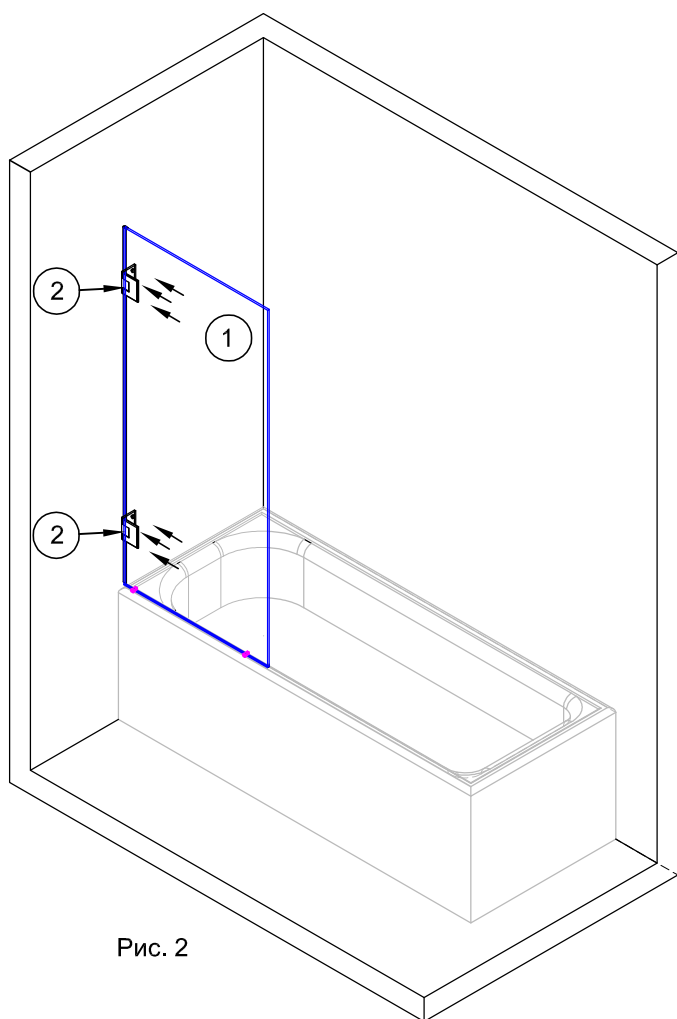

Рис. 2
1.2. На торец стекла шторки установить уплотнитель №3. Отрезки уплотнителя подрезать для плотного прилегания к петлям №2 (рис.2).
1.3. На борт ванны в месте установки шторки проложить технологические дистанционные прокладки толщиной 8-10 мм для обеспечения необходимого зазора между шторкой и бортом ванны (рис.2).
Прижать шторку петлями к стене. Вировнять стекло по вертикали и параллельно краю ванны (рис.2).